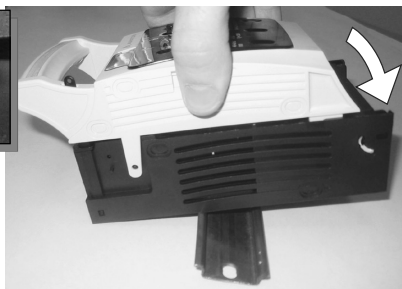

Figura 10
- Encaixe o engate inferior na borda do trilho DIN 35 (Figura 10).